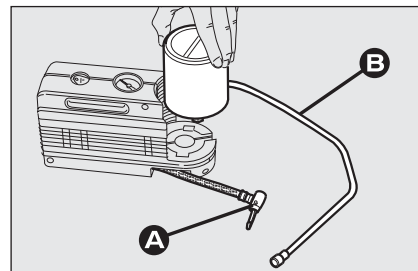

fig. 14
- disinserire l'innesto **A-fig. 14**;